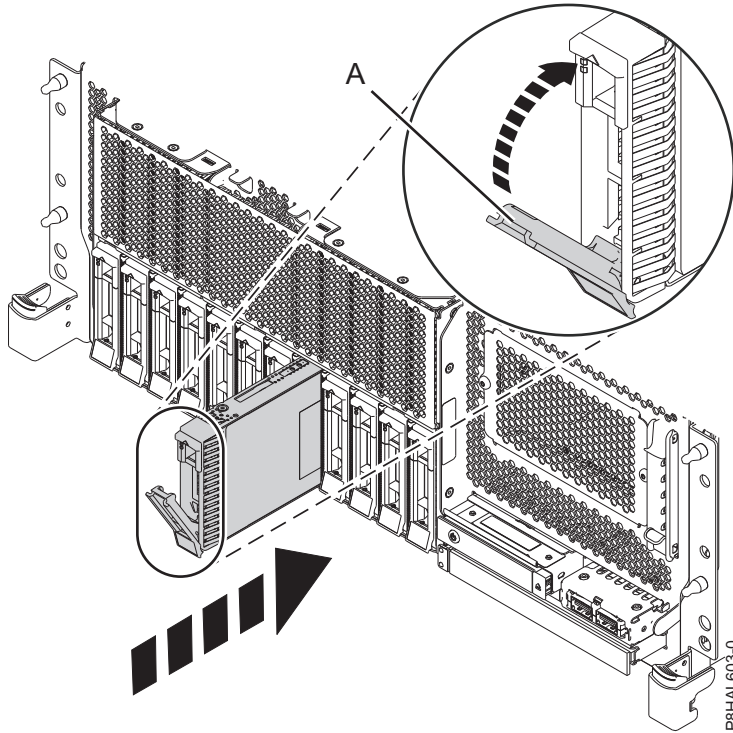

Figure 21. Installation d'une unité de disque dans un système à fonction de base monté en armoire
4. Déverrouillez la poignée de la baie d'unité (A) en appuyant dessus et en la tirant vers vous. Si la poignée n'est pas complètement sortie, vous ne pouvez pas insérer l'unité dans le système. Voir figure 21, à la page 28, figure 22, à la page 28, figure 23, à la page 29 et figure 24, à la page 30.
8. Lorsque le voyant d'identification s'allume et reste fixe, faites glisser complètement l'unité dans le système et poussez complètement la poignée de la baie d'unité (A) jusqu'à ce qu'elle se verrouille, comme illustré dans la figure ci-dessous. figure 21, à la page 28, figure 22, à la page 28, figure 23, à la page 29 et figure 24, à la page 30.